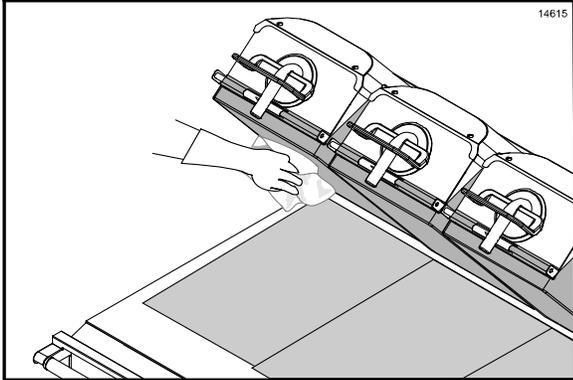

Figura 41
8. Limpie la superficie expuesta de las hojas antiadherentes superiores e inferiores con un paño para parrillas mojado con solución desinfectante. (Vea la figura 41.)